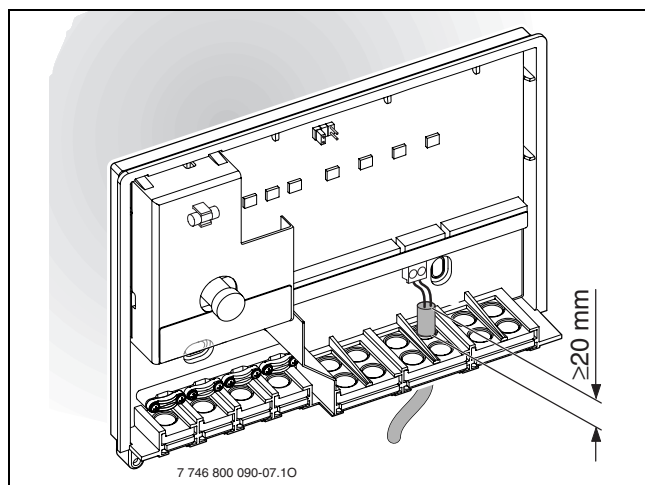

Fig. 12 Protection contre les projections d'eau
Protection contre les projections (IP) : poser les câbles de manière à ce que la gaine pénètre d'au moins 20 mm dans le passe-câble (→ figure 12).